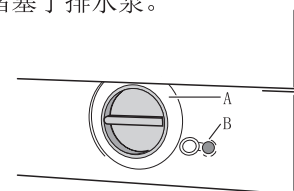

图1
3. 在泵 (A) 旁放一个容器以防漏水，(见右图1所示)；